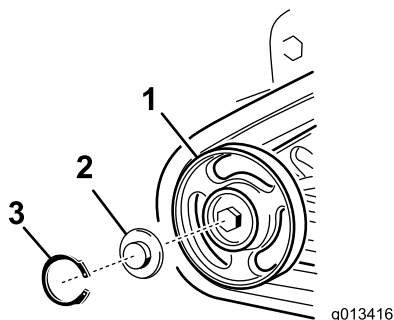

図 63
4. ロードホイールについているスナップリングとキャップを外す 図 63。
5. キャップ外した部分とガスケット周囲のグリスの状態を見る 図 63。グリスが劣化しているようであれば、完全にふき取り、ガスケットを交換して新しいグリスを入れる。
7. グリスを入れたキャップをボルトの頭に取り付ける 図 63。
8. キャップをスナップリングで固定する 図 63。